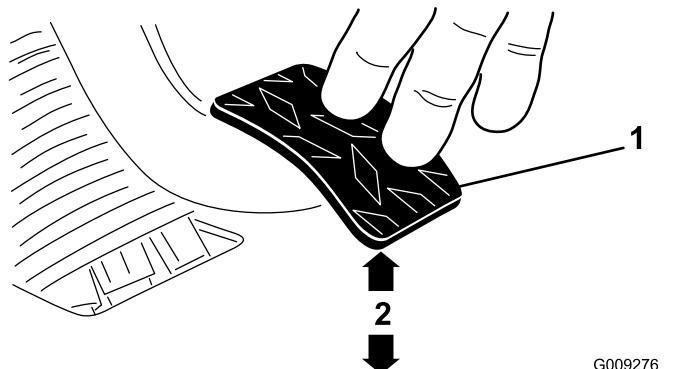

图60
3. 调节锁紧螺母或球窝接头直至当向踏板施加 1.8kg 的力时离合器踏板后边缘到菱形花纹底板顶部的距离达到 9.29.8cm 的空隙图60。